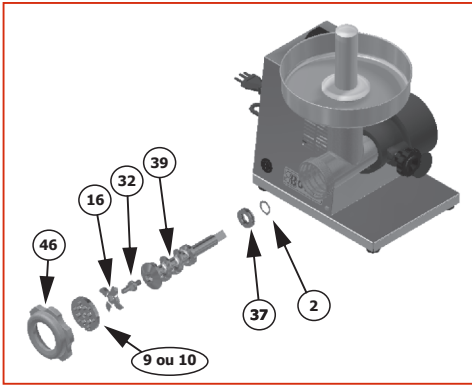

Figura 4
- Encaixe o corpo da boca (6) no redutor (42) e aperte o manipulô 3/8" x 1.1/2" (28).
- Após isso coloque dentro do bocal (6) o caracol B05 (39) com o pino (32) e o rolamento (37) fixado com o anel elástico (2).
- Em seguida insira a faca cruzeta (16) e o disco para moer escolhido (9 ou 10) fixando-o com o volante (46), conforme *figura 4*.